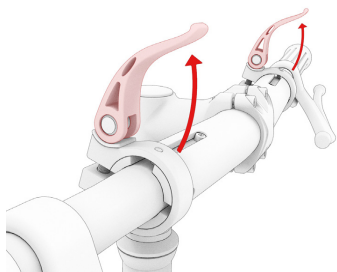

Abb. 2.10
- 8 Öffnen Sie die beiden Schnellspanner am Hauptrohr des Lenkers (Abb. 2.10).